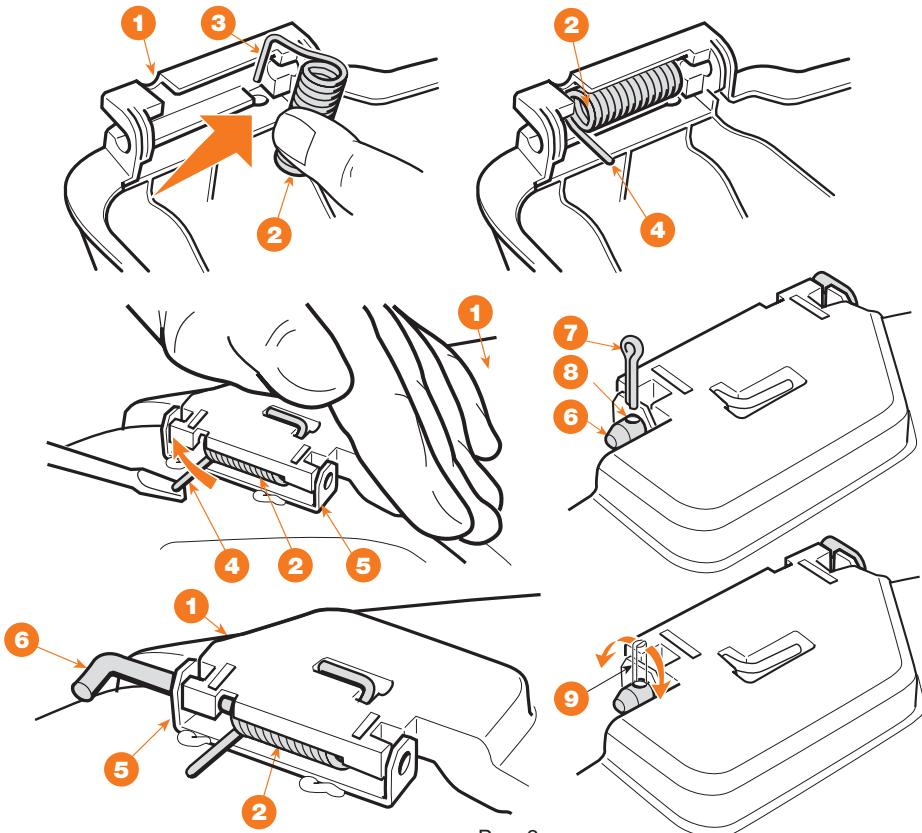

Рис. 9
- С внутренней стороны бокового желоба для выброса ① установить пружину ②, вставив конец ③ в отверстие и повернуть ее так, чтобы пружина ② и конец ④ были плотно установлены в соответствующих гнездах (Рис. 9).
- Установить боковой желоб для выброса ① в соответствии с опорами ⑤ на режущем узле и при помощи отвертки повернуть второй конец ④ пружины ② так, чтобы он оказался бы с наружной стороны бокового желоба для выброса.
- Вставить стержень ⑥ в отверстия опор ⑤ и бокового желоба для выброса так, чтобы он проходил внутри витков пружины ② до полного выхода перфорированного конца из внутренней опоры.
- Вставить штифт ⑦ в отверстие ⑧ стержня ⑥ и повернуть стержень так, чтобы два конца ⑨ штифта можно было бы загнуть (при помощи клещей) таким образом, чтобы он не мог бы выскошить и выпустить стержень наружу ⑩.